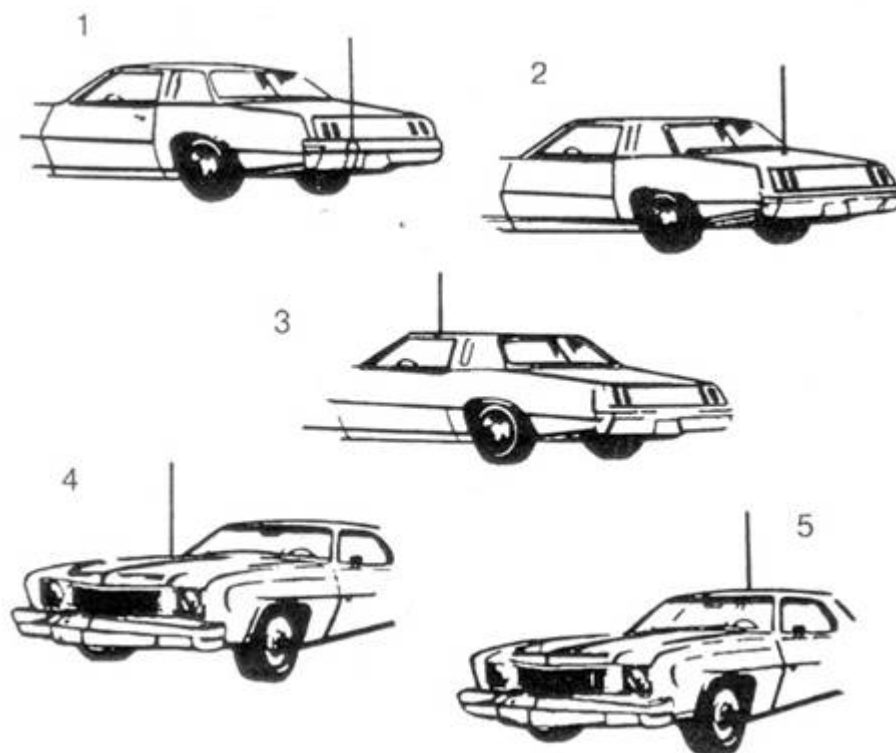

Рис. 3. Типичные места установки автомобильных антенн.
В общем случае имеются два типа антенн для мобильных Си-Би радиостанций - полноразмерный штырь длиной  $1/4$  волны (2,75 м) и укороченная согласованная штыревая антенна (от 0,5 до 1,9 м). Из-за большой длины полноразмерных антенн на автомобилях применяются, в основном, укороченные антенны длиной не менее 1,2 м, в различных конструктивных исполнениях с креплением через отверстие в крыше, на кронштейне за отбортовку водостока или на магнитном основании (см. рис. 3).
На рис. 3 показаны пять типичных мест установки автомобильной антенны: (1) задний бампер, (2) задняя крышка багажника, (3) отбортовка для стока воды, (4) капот, (5) крыша.